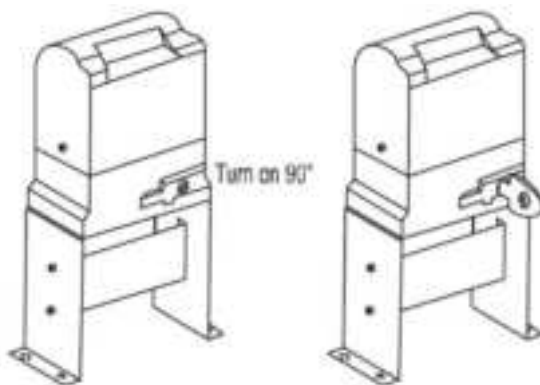

Figura 7
e) Desbloquee el motor principal antes de la instalación. El método de desbloqueo es el siguiente: retire la tapa de la llave, inserte la llave y abra la barra de liberación manual hasta que gire 90°, como se muestra en la Figura 7. Luego, gire la rueda dentada de salida para que gire fácilmente.